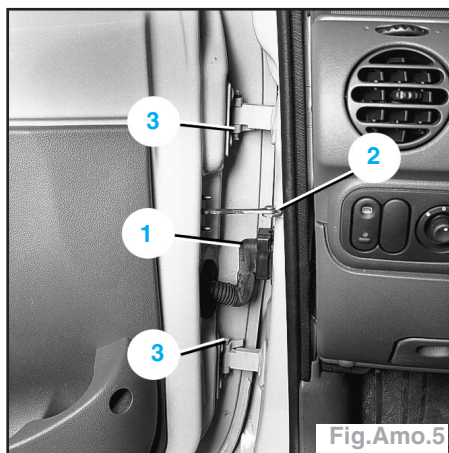

Fig.Amo.5
- Débrancher le connecteur (1) (Fig.Amo.5).